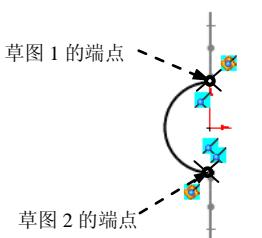

图 6.15.5 草图 3
Step5. 创建图 6.15.5 所示的草图 3。选择下拉菜单 **插入(I)** → **草图绘制** 命令, 进入草图绘制环境; 选取右视基准面作为草图基准面, 绘制图 6.15.5 所示的草图 3。